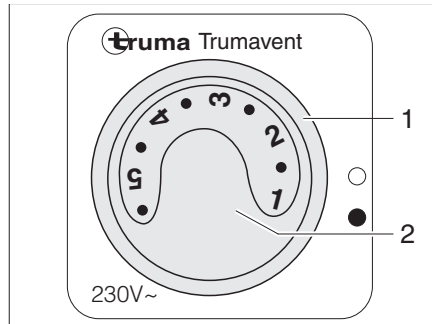

Bild 109 Reglage för cirkulationsfläkt (230 V)
- Ställ vridströmställaren (Bild 109,1) i läge "●".
- Ställ in önskad effekt på cirkulationsfläkten med vredet (Bild 109,2).
- Ställ vridströmställaren (Bild 109,1) i läge "○".